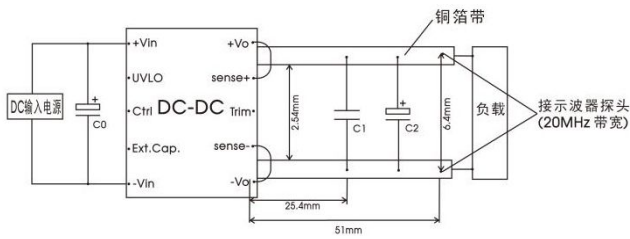

图 3
③ 纹波和噪声的测试方法见图 3, 噪声以靠测法为准;
④ 产品在海拔 2000m 以上使用, 需确保产品表面温度低于 105°C。
所有该系列的 DC/DC 转换器的常规性能在出厂前, 都是按照下图 3 推荐的测试电路进行测试, 纹波噪声测试用图 3 接线测试。